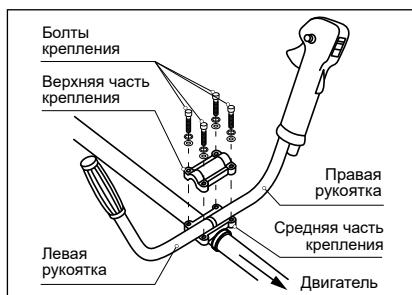

Рис. 2
- Установите рукоятки на штангу и зафиксируйте соединение с помощью крепежа (рис. 2).